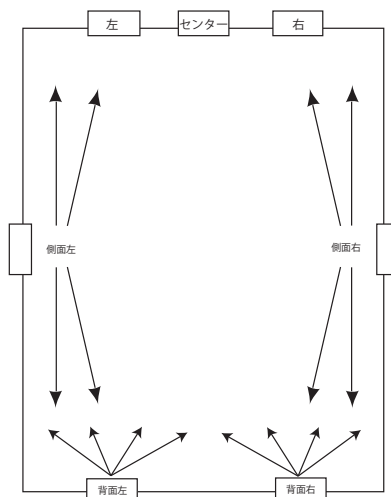

図8
7.1-チャンネルシステムは、5.1-チャンネルシステムに2つの背面スピーカーが追加されたものです。追加された2つのスピーカーは、背面壁にまたは天井の後壁の近くに取り付けられます(図8)。